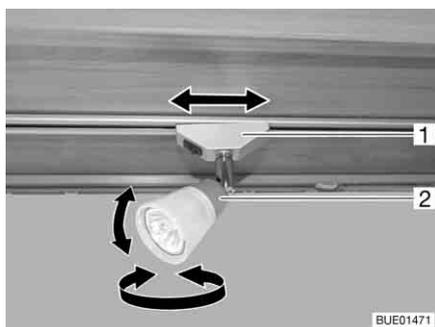
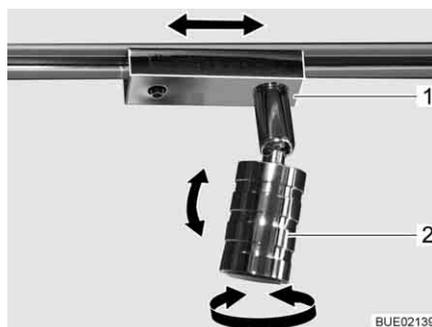

Fig. 60 Spot
Fig. 61 Spot (alternative)
Tourner : ■ Saisir le boîtier (Fig. 60,2 ou Fig. 61,2) et le tourner.
- Saisir le socle (Fig. 60,1 et Fig. 61,1) et le tourner d'env. 45°.
- Saisir le socle (Fig. 60,1 et Fig. 61,1) et le tourner de 90°.